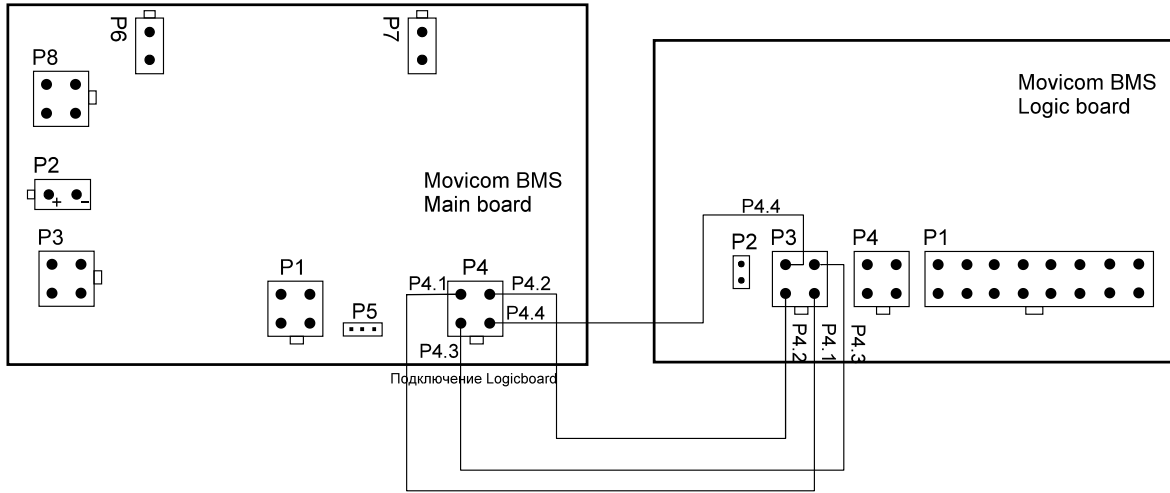

Рис. 3 Соединение Mainboard с Logicboard
1. Соединить Mainboard с одной из плат Logicboard (рис.3).